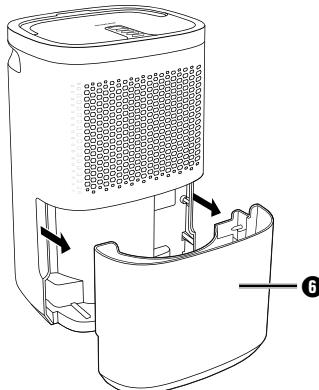

Fig. 1
- ◆ Sortez le réservoir d'eau ⑥ avec précaution par les poignées encastrées sur les côtés de l'appareil (voir figure 1).